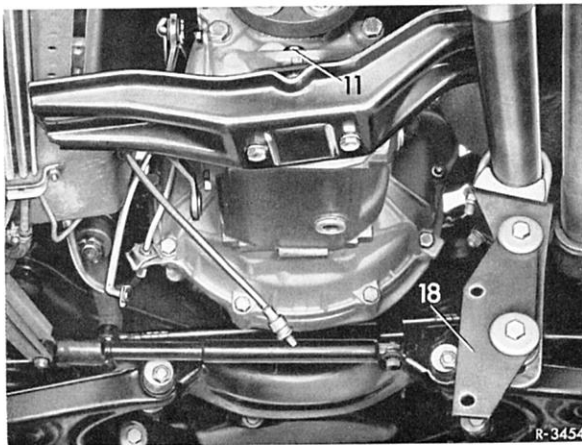

Bild 26–1/13
15 Gelenkwelle nach links oben drücken und über der Querstrebe (17) einen geeigneten Gegenstand – am besten ein Holzstück – unterlegen (Bild 26–1/10).
16 Getriebe waagrecht einfahren, dabei ist darauf zu achten, daß die Schaltstangen (1) und (2) nach vorn und eng am Kupplungsgewölbe stehen (Bild 26–1/12).